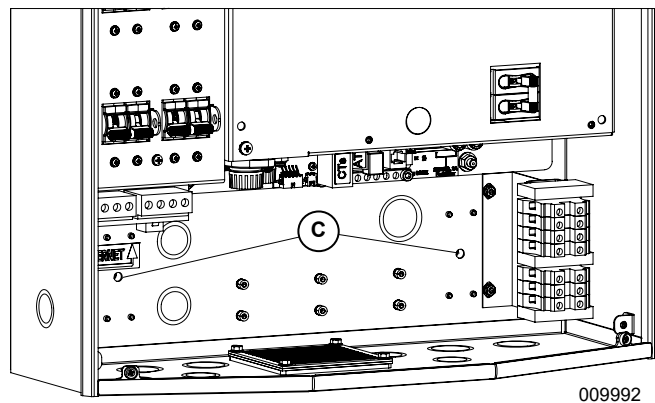

Figure 4-4. Trous de fixation
- Voir Figure 4-4. Fixer le bas de l'onduleur au mur à l'aide de deux vis passées à travers les trous de fixation (C). Les trous sont espacés de 286 mm (11-1/4 po). Utiliser des chevilles d'ancrage ou des cales de fixation comme il se doit.